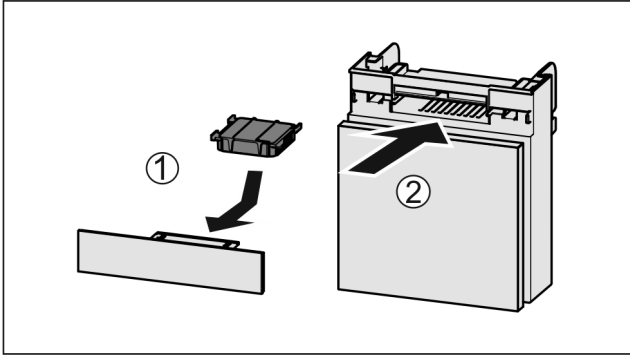

Fig. 99
- ▶ Aseta aktiivihiilisuodatin kuvan mukaisesti paikoilleen Fig. 99 (1).
- ▶ Työnnä lokero kiinni Fig. 99 (2).